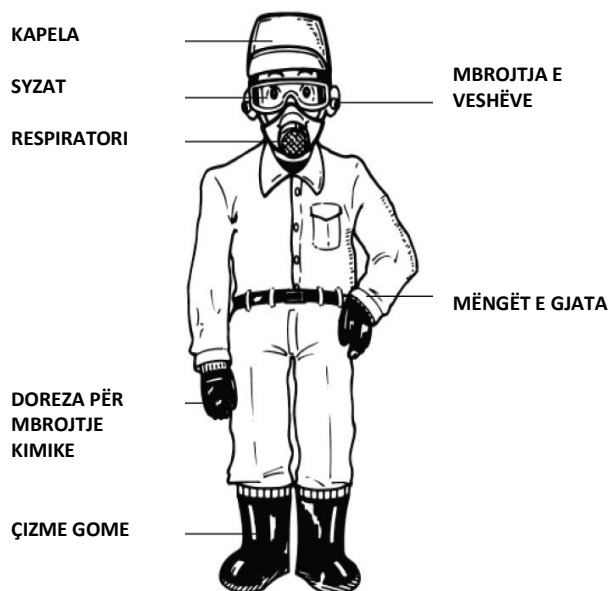

Fig 11
(1) Lexoni këtë manual me kujdes. Sigurohuni që të kuptoni se si ta përdorni këtë pajisje siç duhet para se ta përdorni.
(2) Rrobat mbrojtëse (Fig. 11)
(3) Personat në vijim nuk mund të përdorin pajisjen: